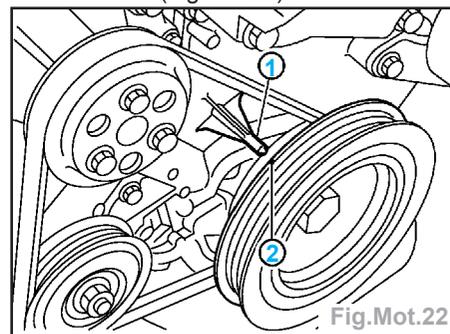

Fig.Mot.22
- Tourner la poulie du vilebrequin dans le sens des aiguilles d'une montre et faire correspondre le repère d'alignement **PMH** de la poulie du vilebrequin (incolore) (2) avec l'indicateur de calage (1) sur le couvercle avant (Fig.Mot.22).